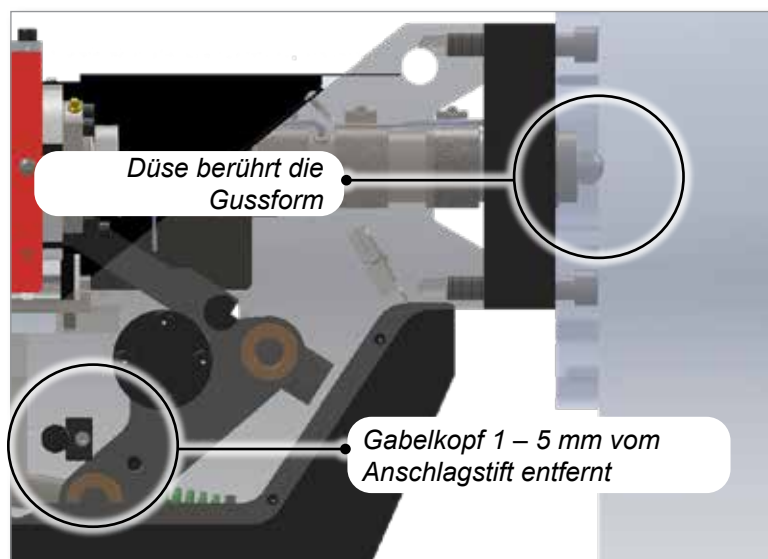

Abbildung 9-3 Düse berührt die Gussform
7. Verwenden Sie die Einstellschraube, um die Düse nach vorn zu bewegen, bis sie den Verteilereinlass wie in Abbildung 9-3 gezeigt gerade berührt.